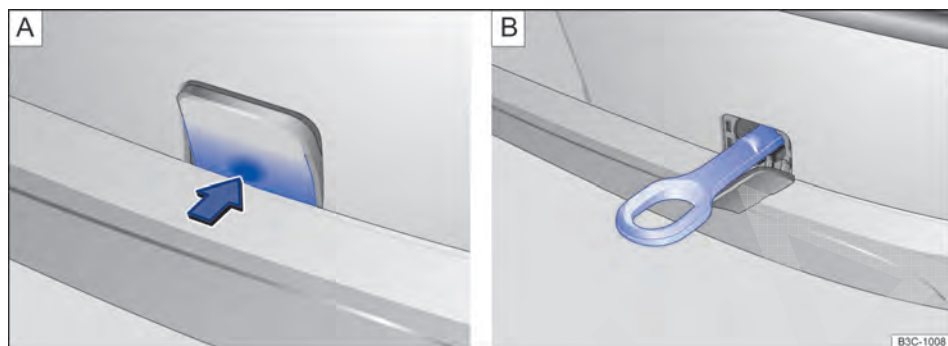
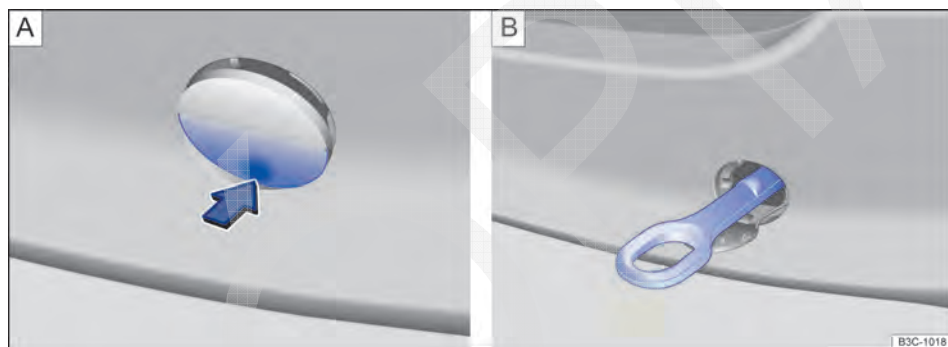

Fig. 285 No para-choque traseiro, à direita (variante 1): remover a capa de cobertura (A) e a argola de reboque rosqueada (B).
Fig. 286 No para-choque traseiro, à direita (variante 2): remover a capa de cobertura (A) e a argola de reboque rosqueada (B).
O alojamento da argola de reboque parafusável está localizado atrás, à direita do para-choque, atrás de uma capa de cobertura ⇒ Fig. 285 ou ⇒ Fig. 286. Em veículos com dispositivo de reboque instalado de fábrica, atrás da capa de cobertura **não** há um alojamento da argola de reboque parafusável. Para rebocar, bascular para fora ou montar e utilizar a rótula de engate ⇒ Página 173, ⇒ ①.
- Pressionar na área inferior da capa de cobertura ⇒ Fig. 285 A ou ⇒ Fig. 286 A no sentido da seta, para soltar o encaixe da capa de cobertura.
- Rosquear a argola de reboque tão firme quanto possível **no sentido anti-horário** no alojamento ⇒ ①. Utilizar um objeto apropriado com o qual a argola de reboque possa ser rosqueada com firmeza no alojamento.